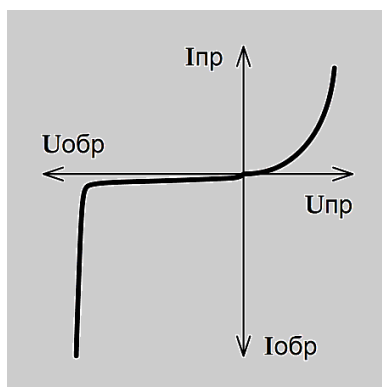

Рисунок 9. Внешний вид графика ВАХ стабилитрона.
- ВАХ полупроводникового элемента (стабилитрона) (Рисунок 9):